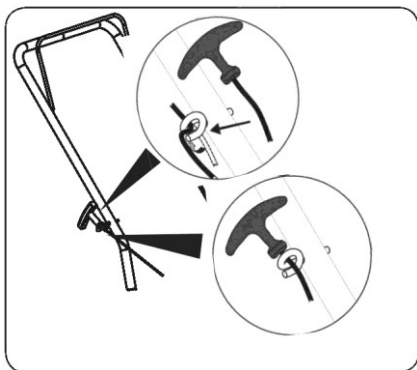

Рисунок 3-2
2. Вставьте пусковой трос в крючок. См. рисунок 3-2.